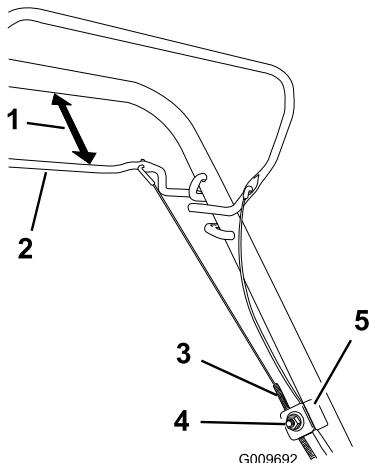

Figura 33
1. Desaperte a porca de suporte do cabo (Figura 33).
2. Fixe a transmissão auto-propulsora a 25 a 38 mm do manípulo (Figura 33).
3. Puxe o invólucro do cabo (para a máquina) até não haver folga no cabo (Figura 33).